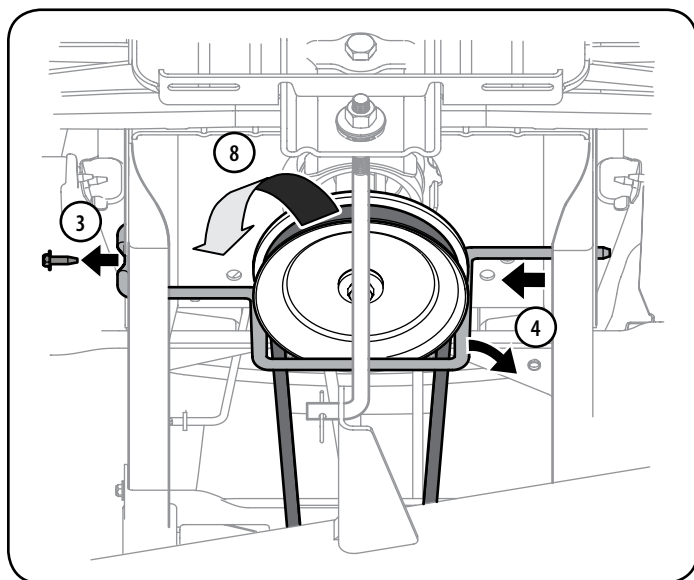

Figura 22
- f. Trabajando en el lado derecho del tractor, inserte una llave de trinquete de $\frac{3}{8}$ ", regulada para ajustar, en el orificio cuadrado del soporte intermedio. Vea la Figura 22.
- Tire del pasador de chaveta hacia afuera de la varilla de elevación delantera de la plataforma que la sujeta a la plataforma. Consulte la Figura 22. Deslice la varilla de elevación de la plataforma fuera del soporte de suspensión frontal.